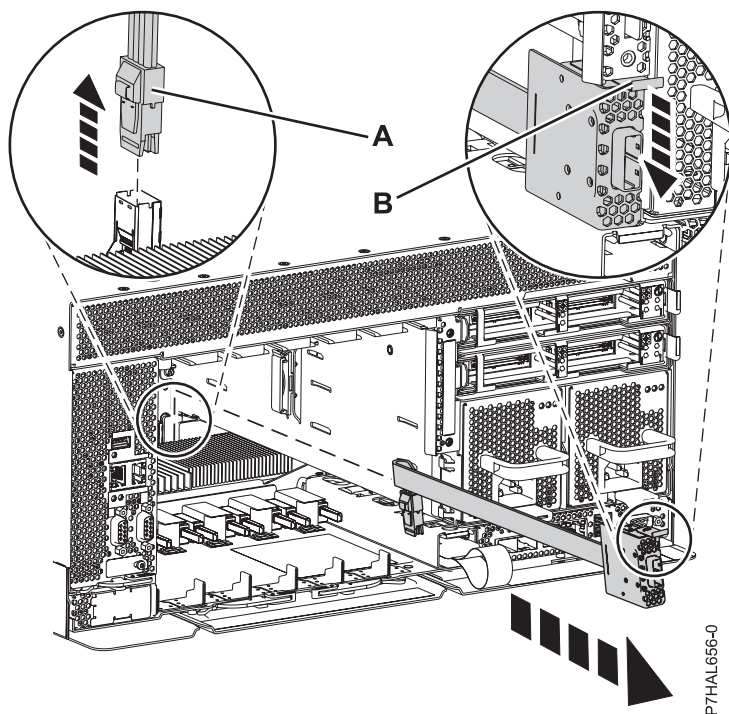

Figura 50. Extracción del cable SAS
4. Presione la pestaña lateral y tire del escudo SAS (**A**) para separarlo del puerto de conexión SAS de la placa del sistema, como se muestra en la Figura 50 en la página 88.